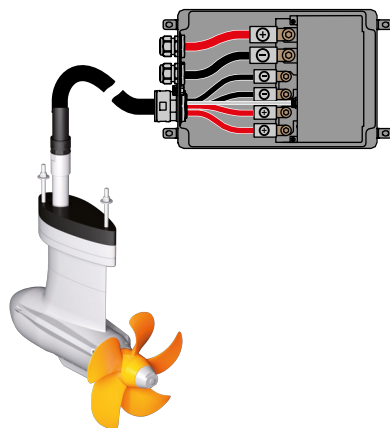

Fig. 41: Cablagem da caixa eletrónica
1. Solte os parafusos (1) da caixa eletrónica para a abrir.
4. Ligue os cabos de potência aos respetivos polos identificados (vermelho = +, preto = -; 10 Nm), **consultar "Fig. 41: Cablagem da caixa eletrónica"**.
5. Ligue o cabo do motor à ligação de controlo do motor (6).